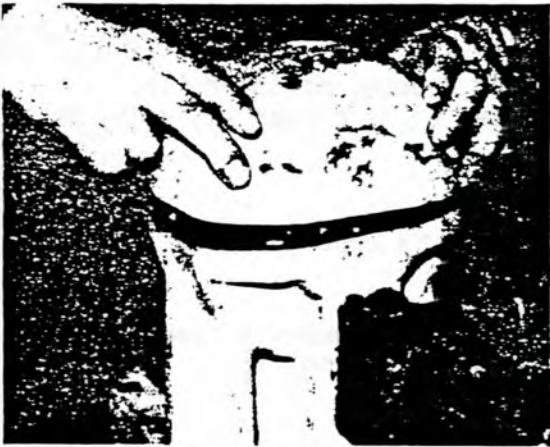

Fig. 3
- Bodendeckel abheben (Fig. 3).
● Lift off bottom cover (Fig. 3).
● Enlever le couvercle inférieur (fig. 3).